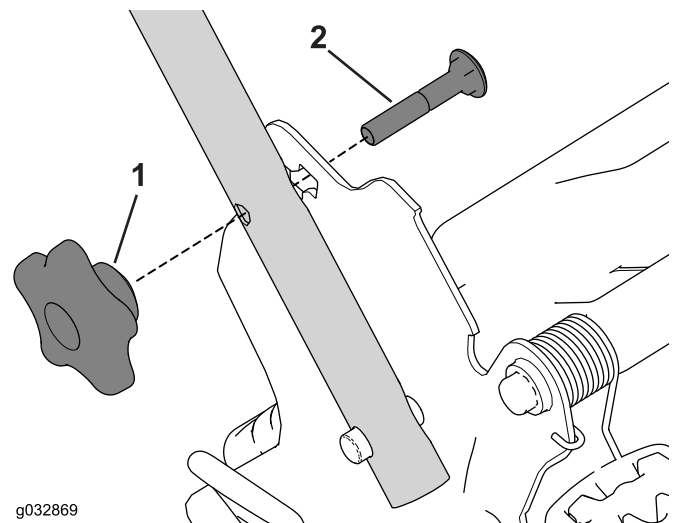

**Figura 21**
- Modelos de arranque eléctrico solamente:** retire el botón de arranque eléctrico; consulte Figura 21.